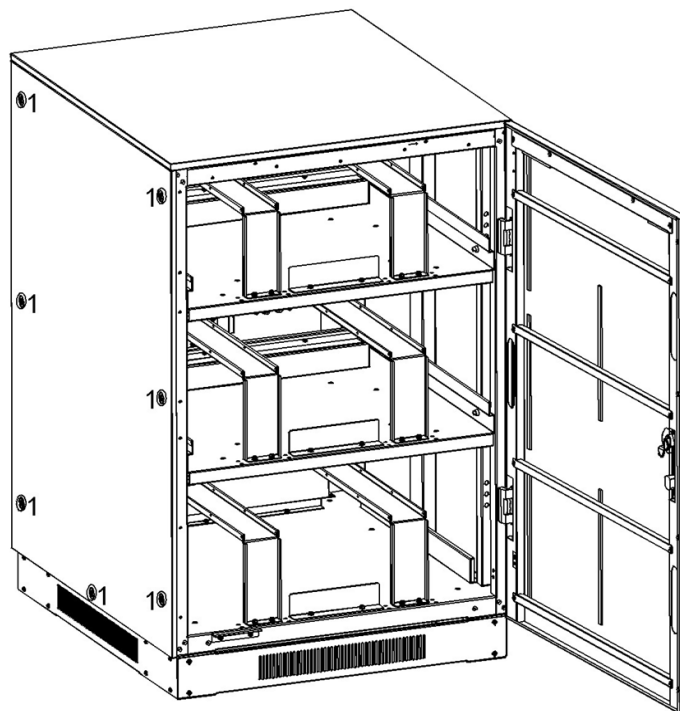

Figure 5-6A
1. Retirer toutes les vis étiquetées 1 (Figures 5-6A et 5-6B).